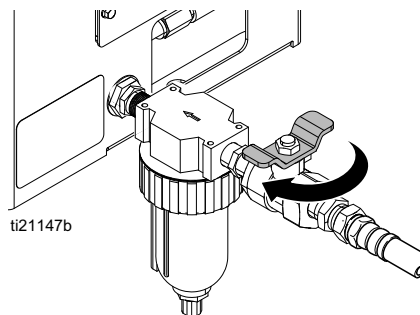

FIG. 11
12. Koppla en minst 3/8 tums luftmatningsledning till luftfiltret. Se FIG. 11.